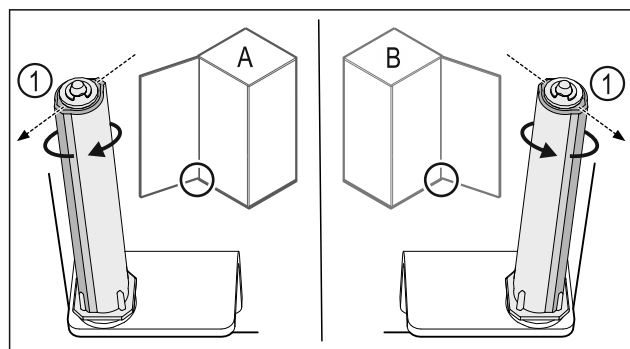

Fig. 35 Vänsterhängd (A)/högerhängd (B)
- ▶ Vrid låssystemet mot motståndet, tills låssystemets klack Fig. 35 (1) är vänd utåt.